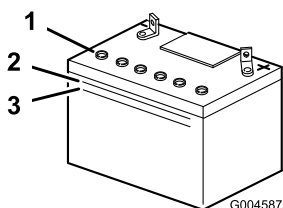

Figura 29
2. Mire hacia el lateral de la batería. El electrolito debe llegar a la línea superior (Figura 29).
Nota: No permita que el electrolito esté por debajo de la línea inferior (Figura 29).
3. Retire los tapones de ventilación de la batería (Figura 29).
4. Vierta lentamente agua destilada en cada célula de la batería hasta que el nivel de electrolito llegue a la línea superior (Figura 29) de la caja de la batería.
5. Espere de cinco a diez minutos después de llenar las células de la batería. Añada agua destilada, si es necesario, hasta que el nivel de electrolito llegue a la línea superior (Figura 29) de la caja de la batería.